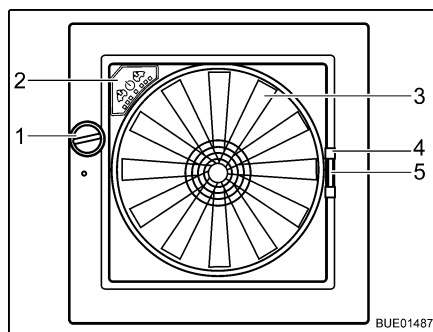

Fig. 49 Claraboya Omni-Vent
- Abrir:** ■ Girar el botón giratorio (Fig. 49,1) hasta alcanzar el ángulo de apertura deseado.
- Cerrar:** ■ Girar el botón giratorio (Fig. 49,1) hasta que la claraboya esté completamente cerrada.
- Cerrar:** ■ Tirar del tirador (Fig. 49,4) de la protección contra insectos hacia el lado opuesto del marco.
- Cerrar:** ■ Comprimir el tirador (Fig. 49,5) del oscurecedor.
- Ventilador** Cuando la claraboya está abierta, el interior se puede ventilar y purgar de aire con el ventilador de 6 niveles (Fig. 49,3). El ventilador se maneja a través del cuadro de mando (Fig. 49,2).